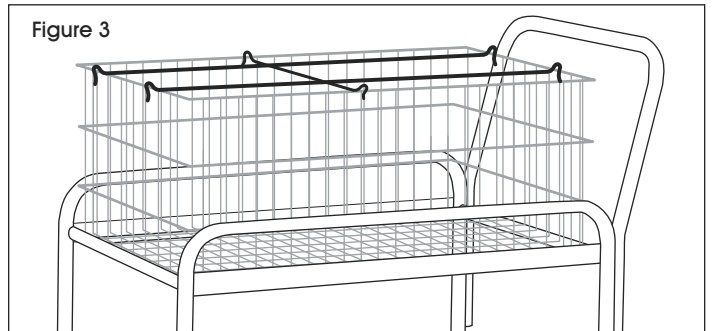

Figure 3
3. Installez les tiges de guidage sur le panier supérieur. (Voir Figure 3)